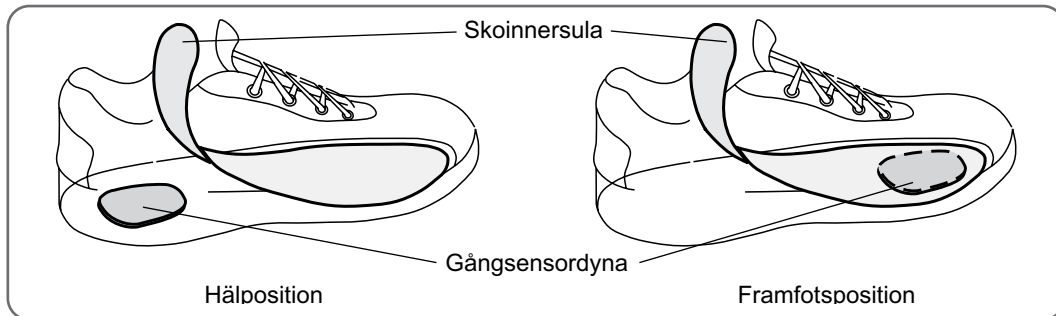

Bild 6-17: Placering av fotsensordynan
2. Fäst en fotsensordyna under innersulan, i det läge som din kliniska handläggare angett. Se bild 6-17.